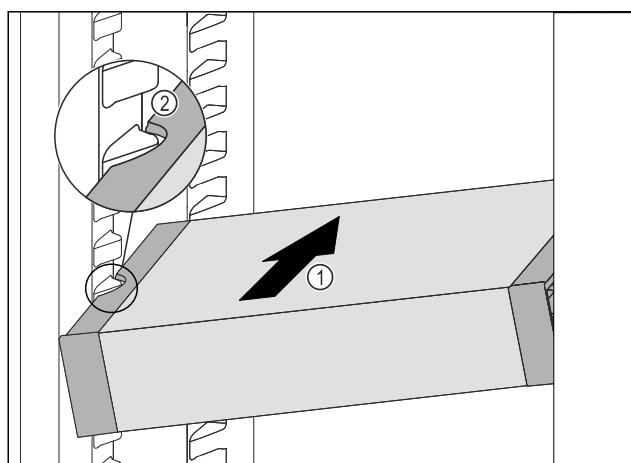

Fig. 93
- ▶ VarioSafe wsunac ukoonie do chlodziarki Fig. 93 (1), az boczne wyciecia Fig. 93 (2) VarioSafe beda sie znajdowa na wysokooci zebrow pojemnika w chlodziarce.